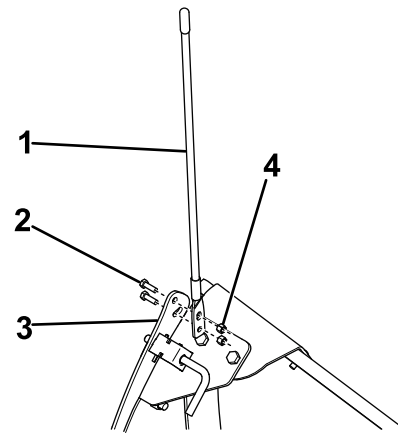

Bild 4
8. Befestigen Sie eine zuvor entfernte Schneeschildführung an der Federhalterung (**Bild 4**) und ziehen Sie die Schrauben auf ein Drehmoment von 19 N·m an.